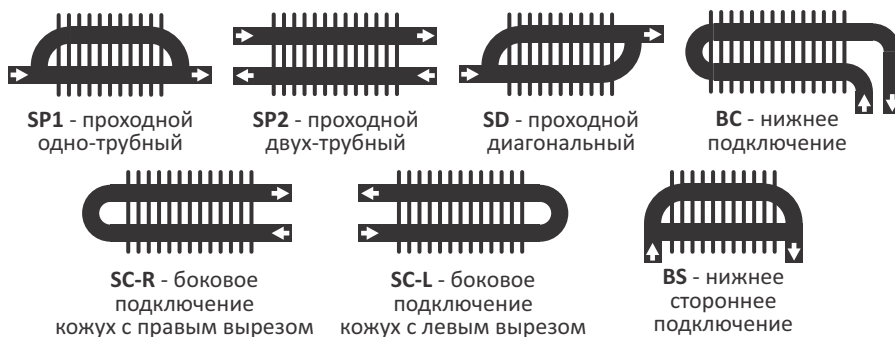

Рисунок 3 - схема подключений
6. Тип подключения: SP1, SP2, SD, SC-R, SC-L, BC, BS (смотрите рисунок 3);